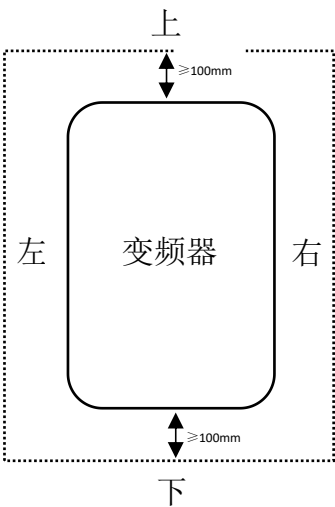

图 3.1 变频器安装位置示意图
- 2) 尽量按照图 3.1 所示安装，在保证散热空间的同时，兼顾接线操作时的空间充足；